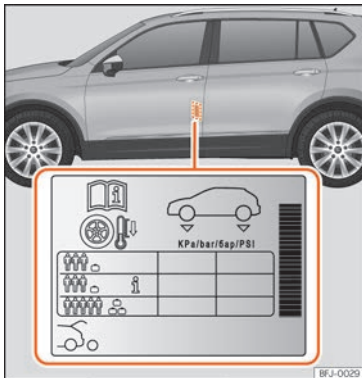

Abb. 319 Einbauort des Aufklebers für den Reifendruck.
- Passen Sie bei größerer Zuladung den Reifendruck entsprechend an »» **Abb. 319**.
Die Angaben zum Reifendruck befinden sich auf einem Aufkleber an der B-Säule der Fahrertür »» **Abb. 319**.
Je nach Fahrzeug kann der Reifendruck auf halbe Last eingestellt werden, um den Fahrkomfort zu verbessern [Reifendruck **i** »» **Abb. 319**]. Beim Fahren mit Komfort-Reifendruck kann sich der Kraftstoffverbrauch leicht erhöhen.
Der Reifendruck muss der aktuellen Fahrzeugbelastung angepasst werden. Wenn das Fahrzeug voll beladen werden soll, muss der Reifendruck entsprechend dem auf dem Reifendruck-Aufkleber »» **Abb. 319** angegebenen maximalen Wert erhöht werden.
Füllen Sie bei einem minimierten Notrad (125/70 R18) auf einen Druck von 4,2 bar, gemäß Angabe auf dem Aufkleber mit den Reifendruckwerten »» **Abb. 319**.
»» Abb. 319.
- Immer den richtigen Reifenfülldruck am kalten Reifen einhalten, wie auf dem Aufkleber angegeben »» Abb. 319.